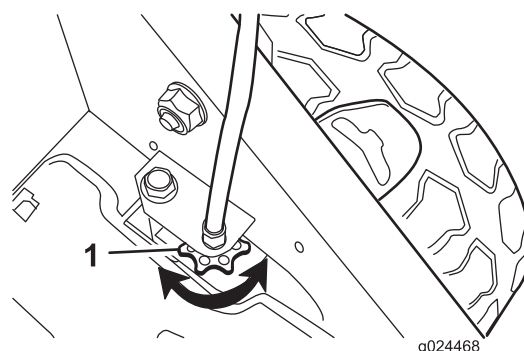

Figure 25
- Si les roues ne tournent pas quand vous engagez la barre de commande d'autopropulsion, la courroie de déplacement n'est pas assez tendue. Tournez une fois la molette de commande des roues (Figure 25) dans le sens horaire et répétez les opérations 4 à 6.
- Si les roues tournent quand vous engagez la barre de commande d'autopropulsion, la courroie de déplacement est trop tendue. Tournez une fois la molette de commande des roues (Figure 25) dans le sens antihoraire et répétez les opérations 4 à 6.